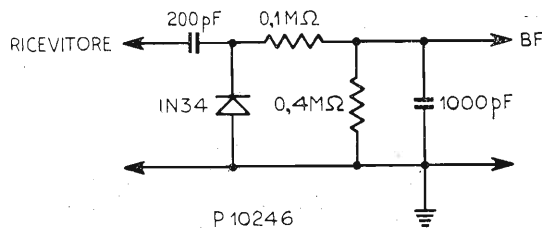
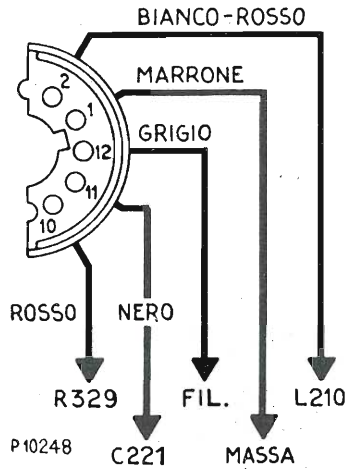

Fig. 10.40. - Circuito rivelatore.
Fig. 10.41. - Collegamenti allo zoccolo del cinescopio.
- 2) Collegare il circuito rivelatore, realizzato come in fig. 10.40, al piedino 2 del cinescopio V8 (fig. 10.41).